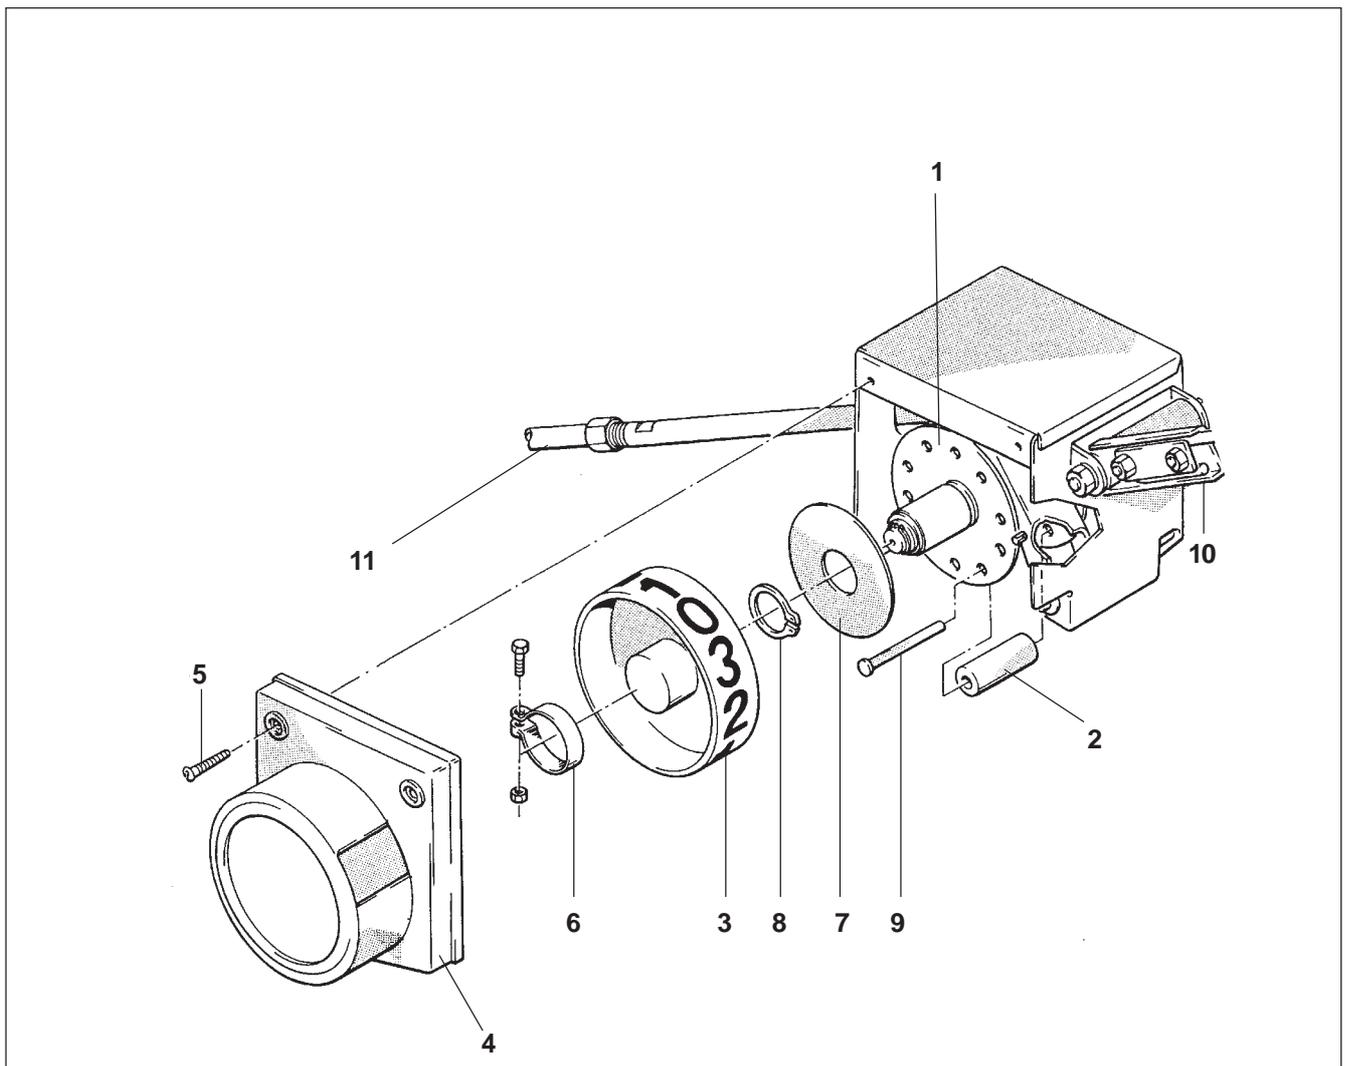

Fig. 26.39
Der Abstand der Fahrgassen (siehe Tabelle Fig. 26.3) entspricht der Arbeitsbreite des Düngerstreuers oder der Spritze. Den Rhythmus Fahrgassen anzulegen, bestimmt der Schaltkasten (Fig. 26.39). Ist es erforderlich, in einem anderen Rhythmus Fahrgassen anzulegen, ist das Teilungsrad (Fig. 26.39/1) im Schaltkasten auszutauschen oder umzurüsten.
Für die 2-, 3-, 4- und 6-fach Schaltung braucht das Teilungsrad (Fig. 26.39/1) nicht ausgetauscht zu
- Schutzdeckel (Fig. 26.39/4) nach dem Lösen der zwei Blechschrauben (Fig. 26.39/5) abnehmen.
- Schelle (Fig. 26.39/6) lösen und zusammen mit dem Anzeigerad (Fig. 26.39/3) abziehen.
- Die Sicherungsscheibe (Fig. 26.39/7) ist nach dem Entfernen des Sicherungsringes (Fig. 26.39/8) abzunehmen.
- Die freiliegenden Schaltrollen (Fig. 26.39/2) sind nach Herausziehen der Bolzen (Fig. 26.39/9), wie unter Kap. 26.11 gezeigt, im Teilungsrund einzusetzen.